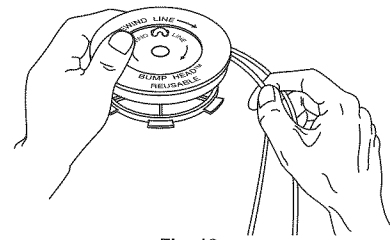

Fig. 18
- Bobine líneas en capas parejas y ajustadas sobre el carrete (Fig. 18). Bobine la línea en la dirección indicada en el carrete interior. Coloque su dedo índice entre las dos líneas para evitar que se superpongan. No superponga los extremos de la línea. Proceda al paso 12.